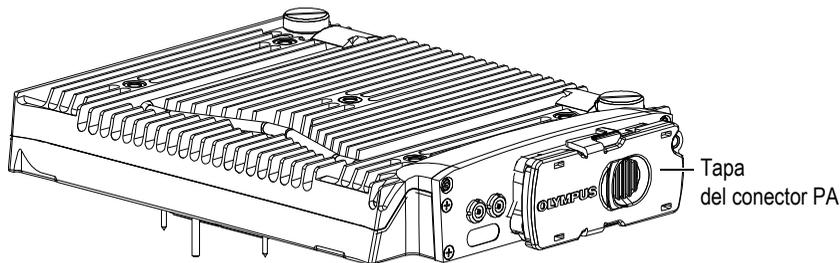

Figura 3-1 Módulo de adquisición con conector PA
2. Instale la tapa del conector PA en el conector PA (vea la Figura 3-1 en la página 59).